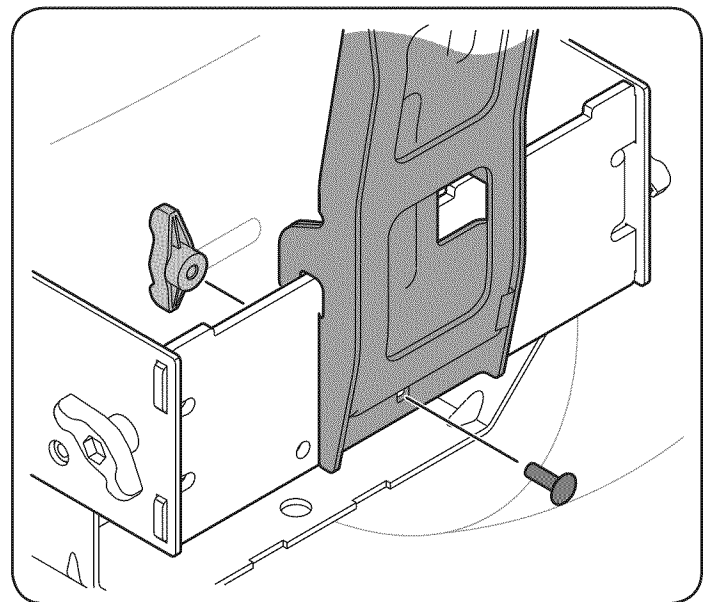

Figure 35
6. Fije el conjunto de soporte de la bolsa para el conjunto de montaje con un perno de carro (710-0276) y el pomo de mariposa (720-04.122) de hardware paquete 689-00312. Ver Figure 35.